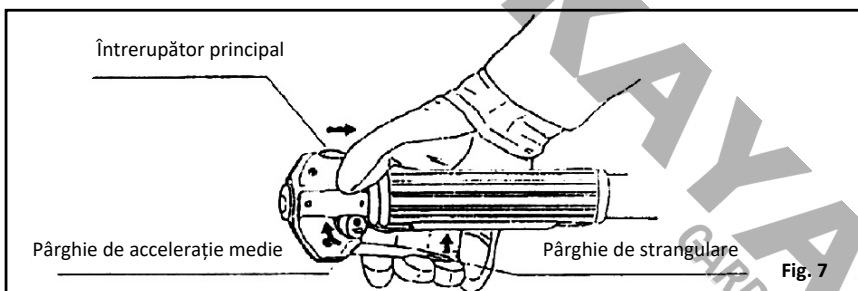

Fig. 7
(1) Mutați întrerupătorul ON/OFF (pornit/oprit) de pe poziția STOP. Motorul nu va porni dacă întrerupătorul ON/OFF se află în poziția STOP (Fig. 7).
(2) Apăsăți declanșatorul și deplasați maneta de accelerație medie în direcția săgeții (Fig. 7).
(3) Slăbiți trăgaciul; acest lucru va bloca în poziție maneta de accelerație medie. Acum puteți porni motorul (Fig. 7).